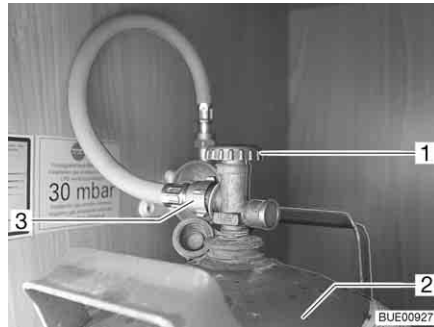

Bild 164 Gasbox
- Stäng huvudavstängningsventilen (Bild 164,1) på gasflaskan (Bild 164,2). Beakta pilriktningen.
- Skruva loss gasslangen (Bild 164,3) från gasflaskan.